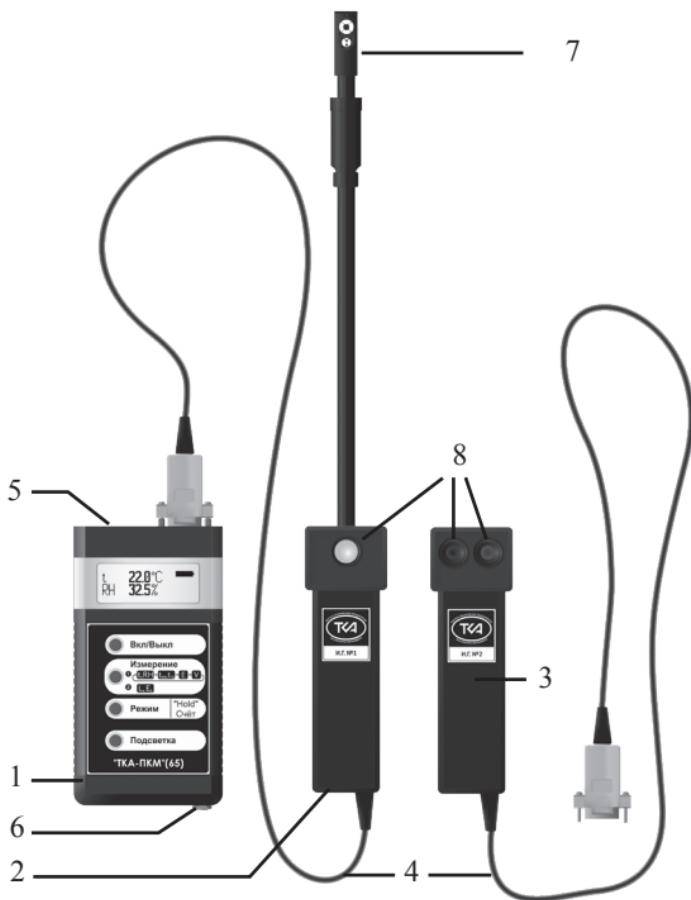

Рис.1 Внешний вид прибора “ТКА-ПКМ”(65)
5.1 Приборы комбинированные выпускаются в компактном портативном исполнении. Конструктивно прибор выполнен в виде трёх функциональных блоков: блока обработки информации (БОИ) и двух измерительных головок: ИГ №1 и ИГ №2, присоединяемых с помощью разъёма на кабеле связи (Рис.1).
На лицевой стороне ИГ №1 и ИГ №2 располагаются фотоприёмные устройства (ФПУ) с корректирующими фильтрами, формирующими спектральную характеристику. Зонд с датчиками климатических параметров (RH, t, V) установлен на верхнем торце корпуса ИГ №1 (7, Рис.1).
Для связи с ПК в приборе установлен разъём USB (опционально RS232) (5, на Рис.1).
6.2.1.1 Включите прибор. Перед началом работы убедитесь в работоспособности элемента питания (аккумулятора). Если после включения прибора на дисплее появится надпись “РАЗРЯД БАТАРЕИ!”, нужно зарядить аккумулятор, для чего следует подключить к прибору через разъём на корпусе (6, Рис.1) зарядное устройство и вставить его в сеть. Прибор необходимо выключить. Время заряда ~ 16 часов. Превышение времени заряда (до нескольких суток) не приводит к ухудшению работоспособности аккумулятора.